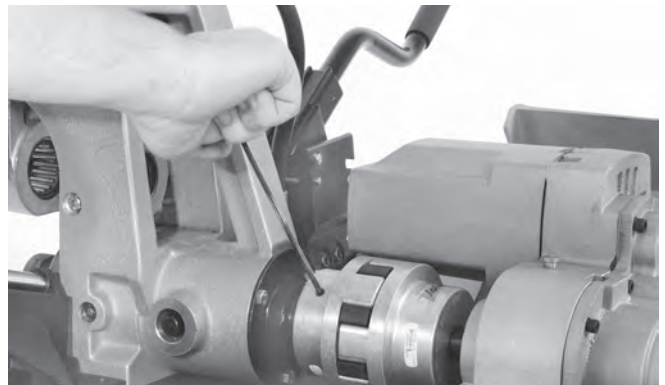

Abbildung 24 – Lösen der zwei Schrauben an der Getriebekupplung
1. Lösen Sie mit einem 3/16 Zoll Sechskantschlüssel die beiden Schrauben an der vorderen Hälfte der Getriebekupplung (Abbildung 24).
3. Lösen Sie mit einem 3/16-Zoll-Sechskantschlüssel die beiden Schrauben an der vorderen Hälfte der Getriebekupplung (Abbildung 24).